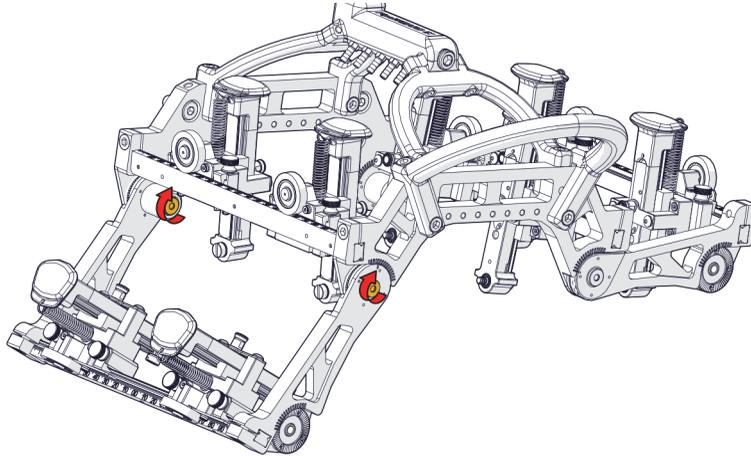

Figure 1-51 Serrage des vis
4. Serrez les vis, mais ne les serrez pas complètement pour l'instant (Figure 1-51 à la page 65).